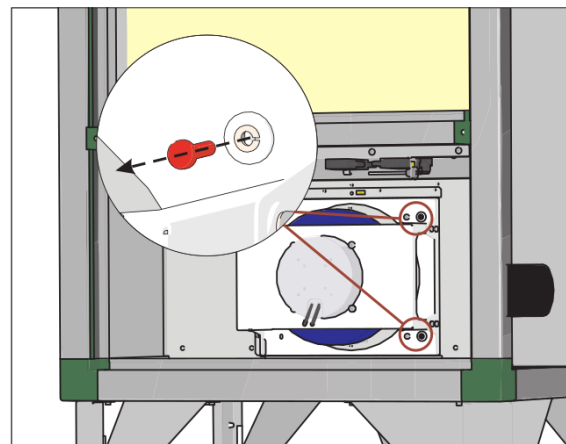

Abb. 2
- Lösen Sie die Befestigungsschrauben des Ventilators. **(Abbildung 2)**